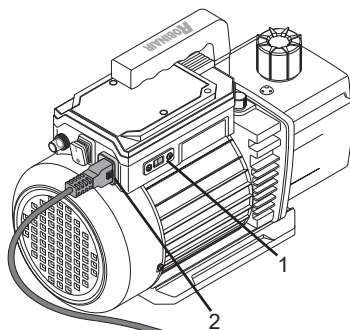

Figura 3
1. Impostare il selettore di tensione (1) come necessario per garantire che l'impostazione della tensione corrisponda alla potenza nominale di alimentazione alla presa (vedi Figura 3).
3. Collegare il cavo di alimentazione (2) alla pompa per vuoto (vedi Figura 3).